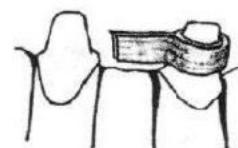

Рис.7
3. Обработанным жидкостью для смачивания отрезком стекловолокна оберните на модели одну культу, так чтобы два свободных конца остались в промежуточной зоне (рис. 7).